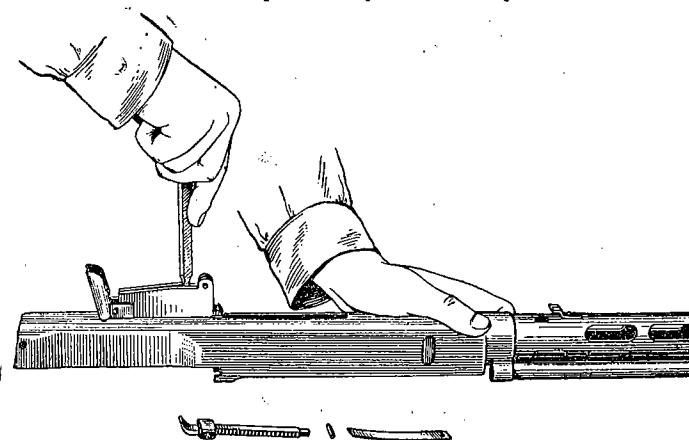

Рис. 53. Вывинчивание винта прицельной колодки
- вставить выколотку тонким концом в какой-либо конец шлица винта прицельной колодки и ударом молотка по выколотке сдвинуть с места винт в направлении, обратном направлению движения часовой стрелки, а затем лезвием ключа-отвертки вывинтить его (рис. 53) и отделить прицельную колодку.